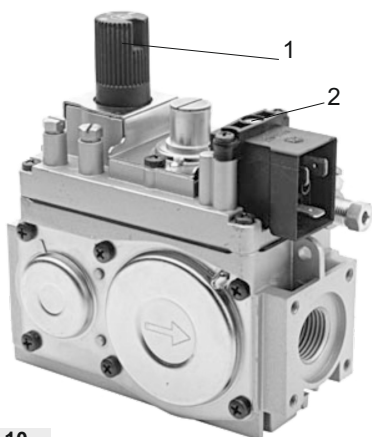

Рис. 10.
6.13. Заполните систему отопления чистой водой с жесткостью не более 0,7 мг-экв/л и $pH = 7^{+0,3}$. При заполнении системы жесткой водой с pH больше 7 значительно увеличивается отложение накипи на стенках котла и системы отопления, вследствие чего уменьшается эффективность котла и увеличивается расход газа! Расширительный бачок размещается в высшей точке системы. Контроль заполнения системы водой осуществляйте по переливному патрубку, (рис.10). Объем бака должен быть не менее 8 % от объема отопительной системы.
7.4.3. Розжиг запальной горелки: нажмите и проверните круглую ручку управления поз.1 рис.10 до положения (✱).